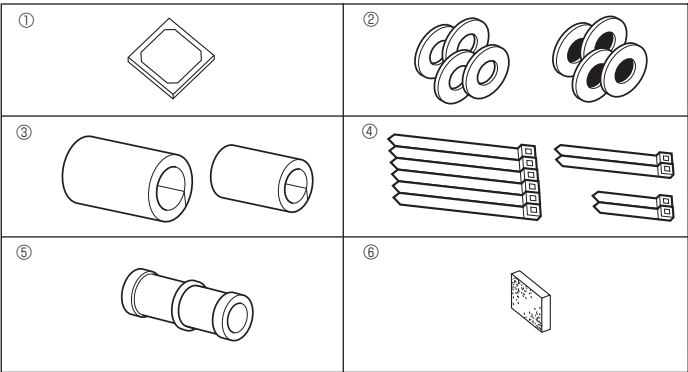

Fig. 4-1
4.1. Проверьте дополнительные принадлежности внутреннего блока (Fig. 4-1)